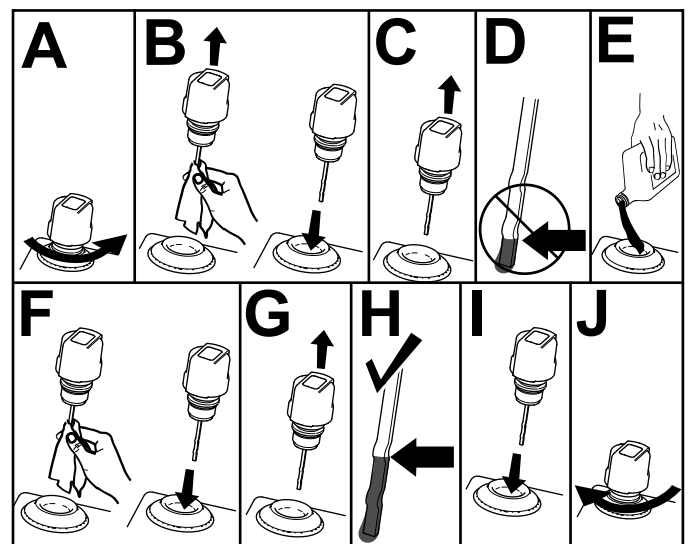

Bild 49
4. Prüfen Sie das Hydrauliköl wie in Bild 49 dargestellt.